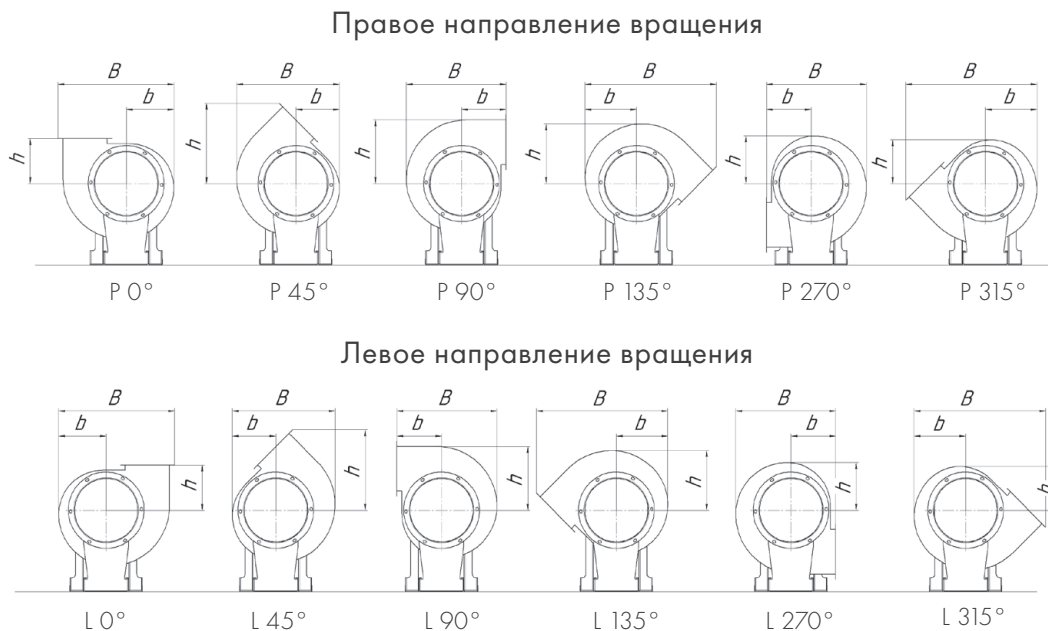

Рисунок 11 – Направление вращения и углы поворота спирального корпуса радиальных вентиляторов
- Углы поворота отсчитывают по направлению вращения рабочего колеса (рисунок 11):